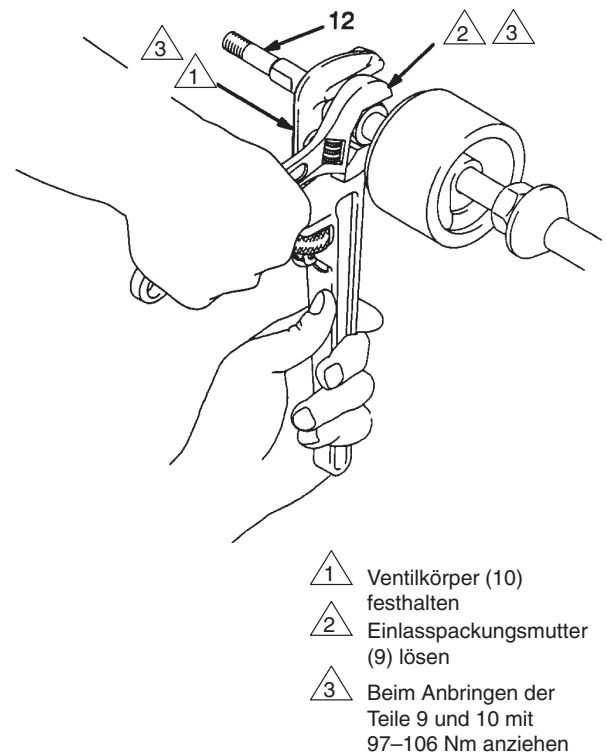

Abb. 6
9. Ventilkörper (10) mit einem Schlüssel an den Schlüsselflächen halten. Mit einem weiteren Schlüssel dann Einlasspackungsmutter (9) lösen, um die Spannung von der Stange zu nehmen. Dann Einlassventilsatz von der Stange nehmen und beiseite legen, siehe Abb. 6.
8. Das zusammengebaute Einlassventil auf Stange (12) schieben. Die Packungsmutter (9) muss dabei nach oben zeigen. Ventilsatz nach oben drücken, bis dieser nahe an die Stangenführung kommt.
9. Ventilkörper (10) halten und mit anderem Schlüssel Packungsmutter (9) anziehen, siehe Abb. 6. Drehmoment 97–106 Nm. Mit Hammer und Messingstange vorsichtig an Ventilsatz schlagen, bis dieser an Stopp (VS) angelangt ist.
10. Verbindungsstange (1) von Schraubstock nehmen. Zylinder (4) seitlich in Schraubstock mit Schutzbacken einspannen.